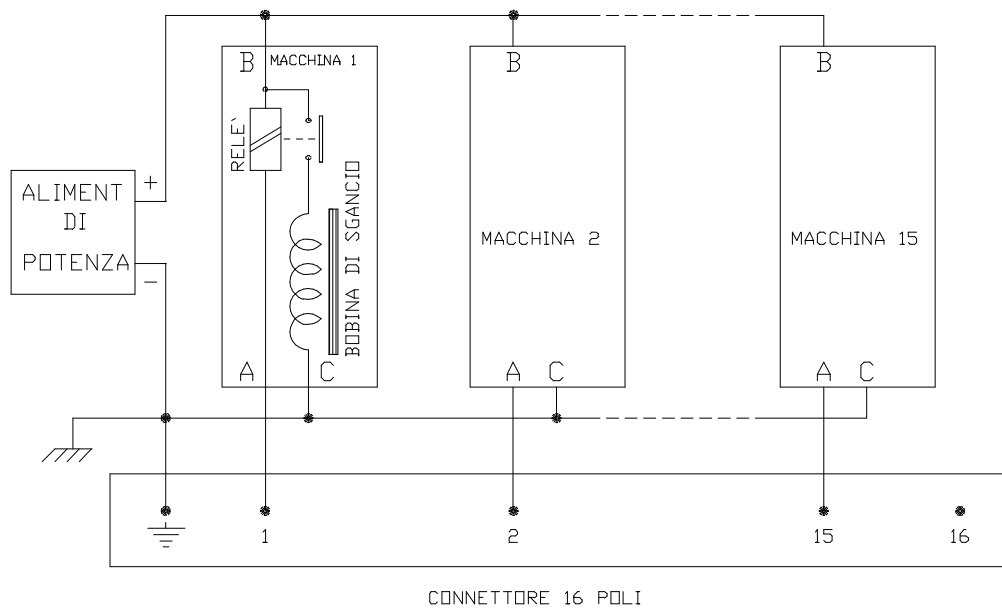
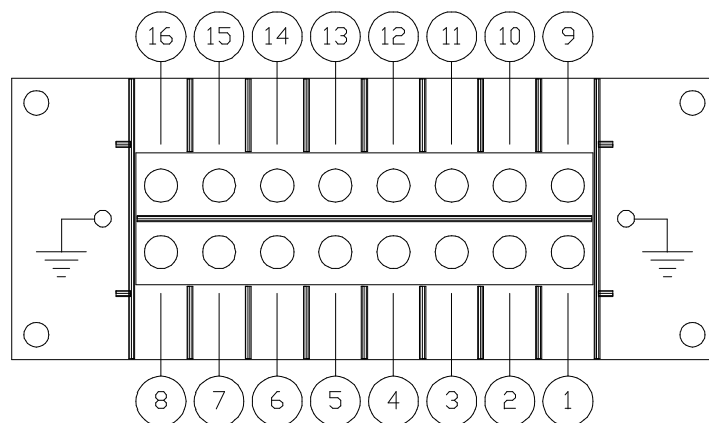

Figura 6
Figura 7
Tuttavia nei casi di impianti preesistenti dove i relè non hanno la bobina separata dai contatti o risulta impossibile portare il comune delle bobine dei relè al sequenziatore, si deve predisporre l'impianto come lo schema di Figura 6.
N.B. Nel caso venga utilizzato lo schema di Figura 6 è indispensabile effettuare il collegamento del negativo dell'alimentatore di potenza al morsetto di massa del connettore ilme 16 poli raffigurato in Figura 7